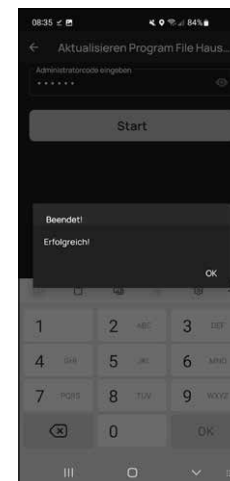

Abb. 17
- 7 Nach einem kurzen Moment erhalten Sie eine Rückmeldung, dass die Daten übertragen wurden. Bestätigen Sie mit „OK“ (Abb. 17).